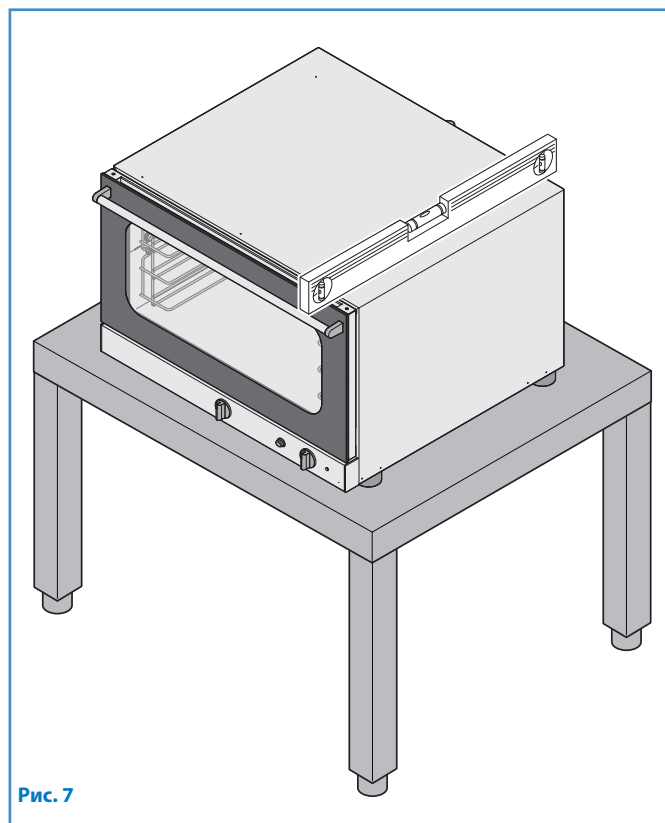

Рис. 7
- **рабочем столе (Рис. 7)**, стол должен быть абсолютно точно выставлен по уровню, устойчив и выдерживать вес оборудования при полной загрузке. Его поверхность должна быть огнестойкой и по возможности стойкой к высоким температурам;